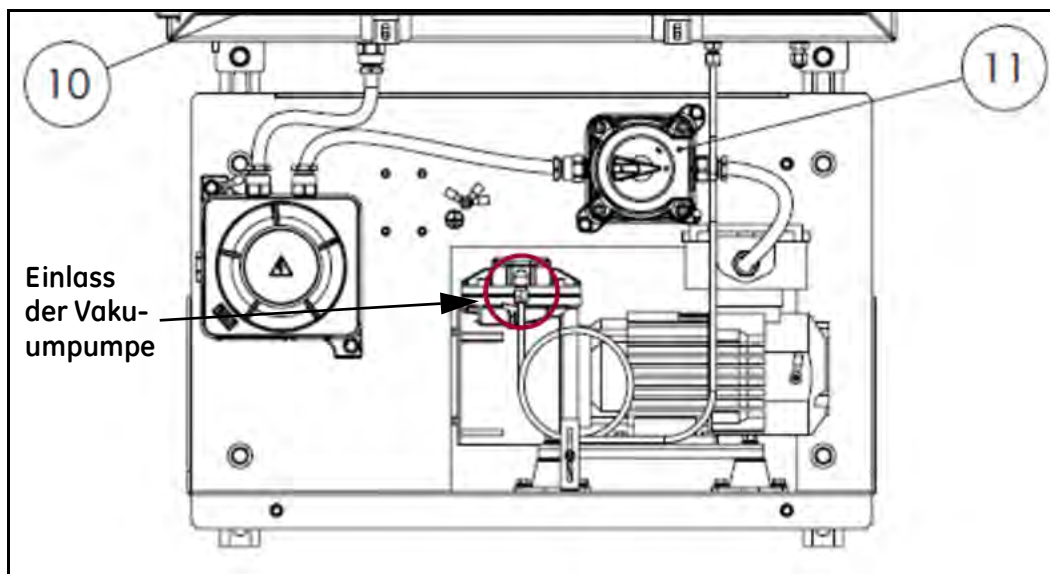

Abbildung 18: Einlass der Vakuumpumpe
2. Trennen Sie den Vakuumpumpeneinlass vom Probenahmesystem (siehe Abbildung 18).